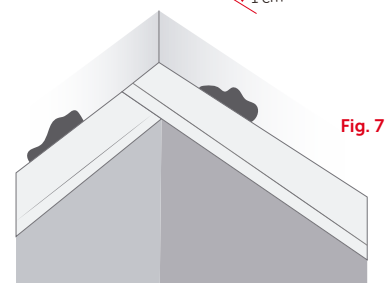

Fig. 7
- 7 Las uniones en "L" deberán ser ejecutadas solapando una plancha con otra a fin de evitar puentes térmicos, según se muestra. **Fig7**